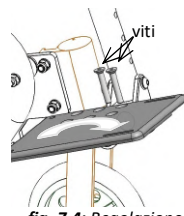

fig. 7.4: Regolazione intra-extra rotazione
- **Regolazione intra-extra rotazione del poggiapiedi** (fig. 7.4):